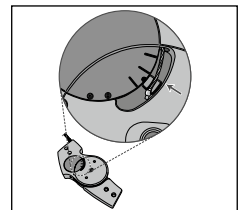

Abb. 10
16. Bringen Sie den Schieber in den Automatikbetrieb (1. Modus) (siehe Abb. 1) und überprüfen Sie, ob sich die Oberseite des Schlittens in der Funktionseinheit des Gelenks verschoben hat. Der Schlitten muss jetzt parallel zur mittleren Markierungslinie stehen (siehe Abb. 10).